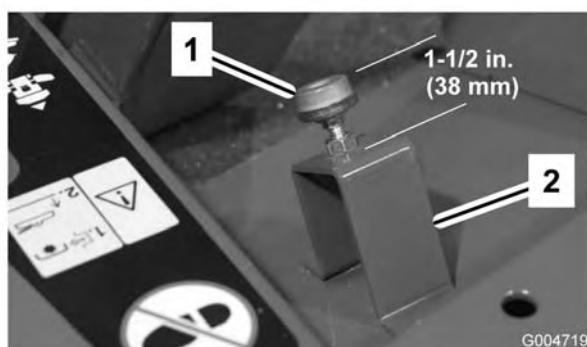

Bild 68
- Prüfen Sie die Einstellung des Anschlages des Fahrpedals. Der Abstand zwischen der Oberseite des Ständers und der Oberseite des Anschlages muss 38 mm betragen (Bild 68).